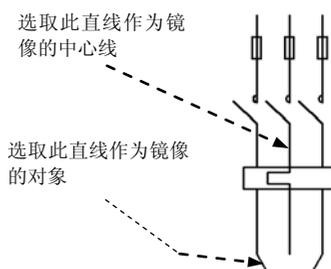

图 17.10.16 镜像直线
(7) 镜像直线。选择下拉菜单 **修改(M)** → **镜像(M)** 命令；选取图 17.10.16 所示的直线作为镜像对象，按 Enter 键结束选取；选取图 17.10.16 所示的直线作为镜像中心线。